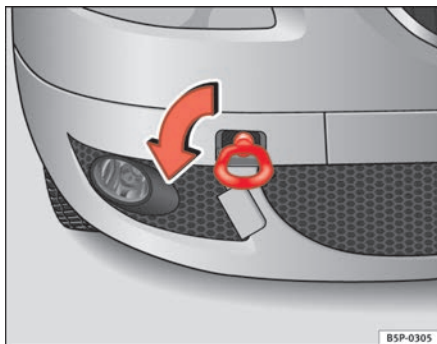
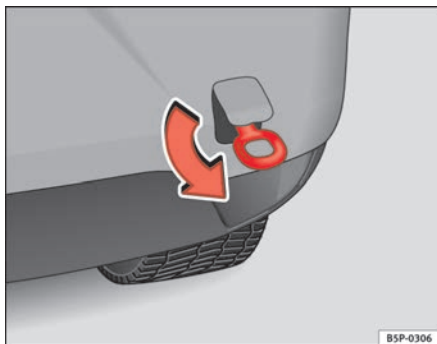

Fig. 204 Atornillado de la argolla de remolque en la parte delantera derecha del vehículo
Fig. 205 Atornillado de la argolla de remolque en la parte trasera del vehículo
- Atornille la argolla hasta el tope hacia la *izquierda*, en el sentido que indica la flecha, tanto en la parte delantera ⇒ fig. 204, como en la trasera ⇒ fig. 205. ■